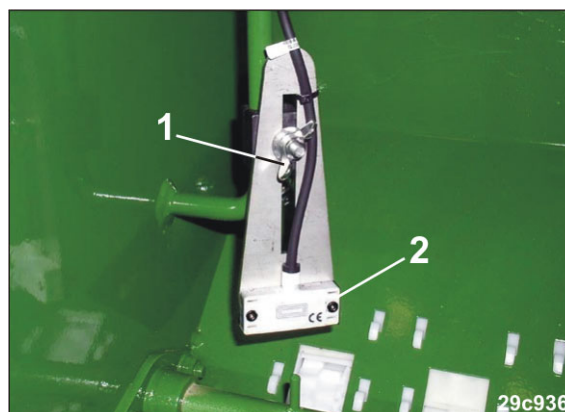

Fig. 71
1. Løsn vingemøtrikken (Fig. 71/1).
2. Niveausensorens højdeposition (Fig. 71/2) skal indstilles afhængigt af den ønskede såsædsrestmængde.
3. Spænd vingemøtrikken (Fig. 71/1).